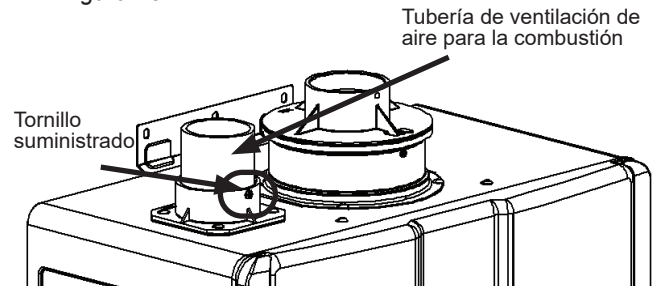

Figura 44
3. Instale la tubería de ventilación de aire para la combustión. Asegúrese de que esté correctamente asentada. Asegure la tubería de ventilación de aire para la combustión a la conexión de ventilación de aire para la combustión con el tornillo suministrado (Figura 44).